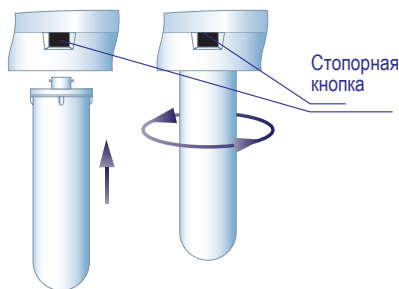

Рис. 6
1. Замена модулей. См. рис. 6 Для замены модуля K5 и K7: